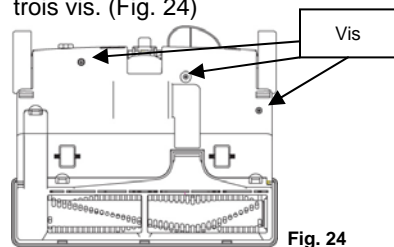

Fig. 24
4. À l'aide d'un tournevis, enlevez les trois vis. (Fig. 24)